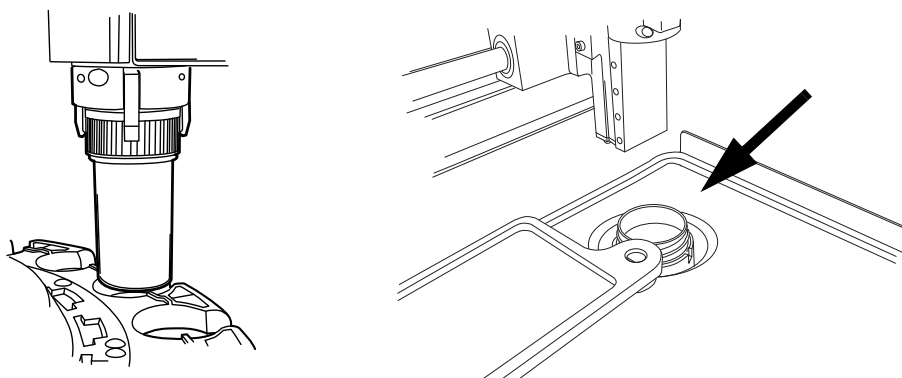

Figura 9-5 Liberación del vial, comprobación del pocillo de dispersión
Los dedos de la pinza para viales permanecen cerrados si hay una situación de error con el objeto de que no se caiga el vial. Mueva el brazo de transporte del vial hacia la mitad del instrumento y pulse el botón **Liberar vial** para abrir las pinzas y extraer el vial. Consulte la Figura 9-5.
**Nota:** con frecuencia solo el tapón del vial se encuentra en el mecanismo. Compruebe con cuidado el pocillo de dispersión y extraiga el vial si es necesario. Tape el vial de forma manual. Consulte la Figura 9-5.